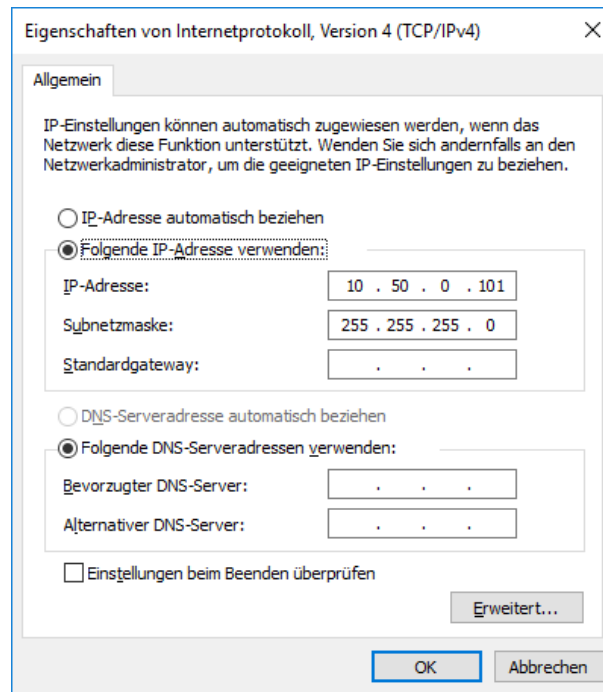

Abbildung 15: IP-Adresse
6. Geben Sie zum Angeben der IP-Adresse (Kunde) in die Felder IP-Adresse und Subnetzpräfixlänge (255.255.255.0) die Einstellungen für die IP-Adresse ein (vgl. Abb. 15).